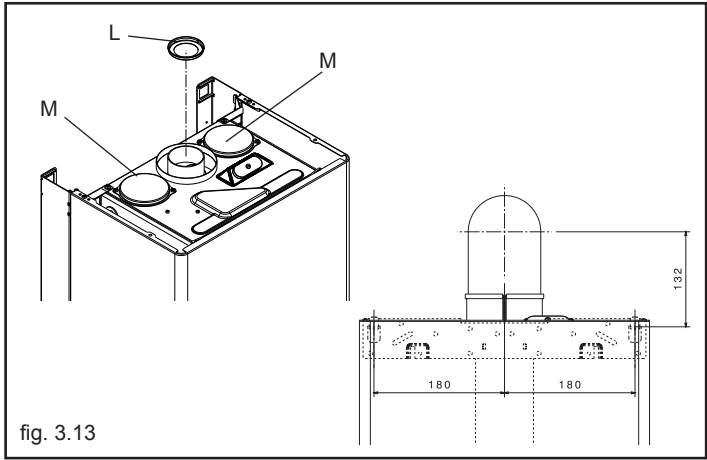

fig. 3.13
La caldaia viene fornita predisposta per essere collegata a condotti di scarico/aspirazione coassiali e con l'apertura per l'aspirazione aria (M) chiusa (fig. 3.13). Gli scarichi coassiali possono essere orientati nella direzione più adatta alle esigenze del locale, rispettando le lunghezze massime riportate in tabella. Per l'installazione seguire le istruzioni fornite con il kit.